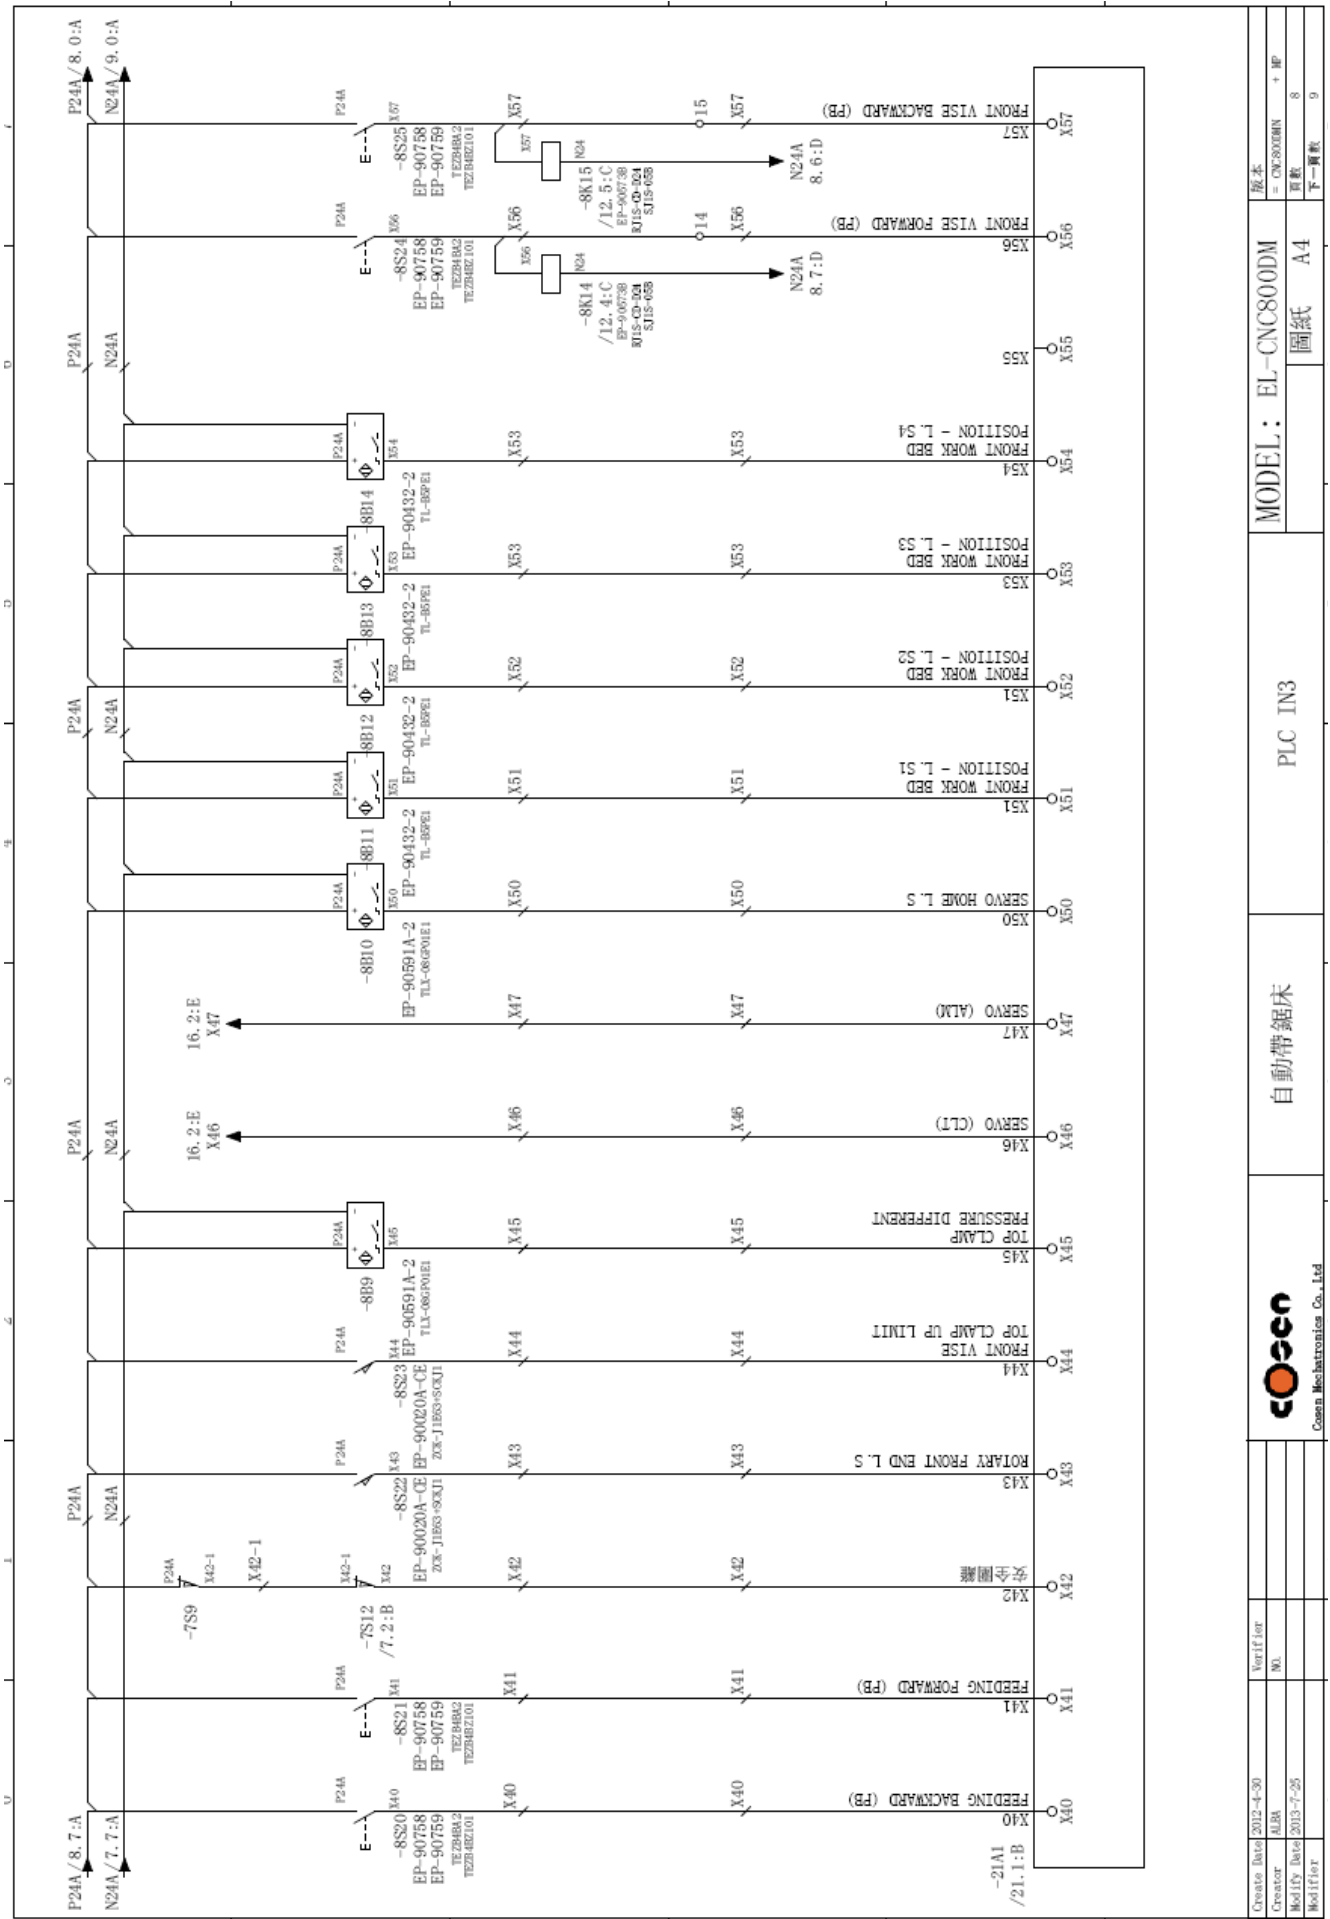

Fig. 5-9 PLC IN3 layout (CE)
- Fig. 5-9 PLC IN3 layout (CE)